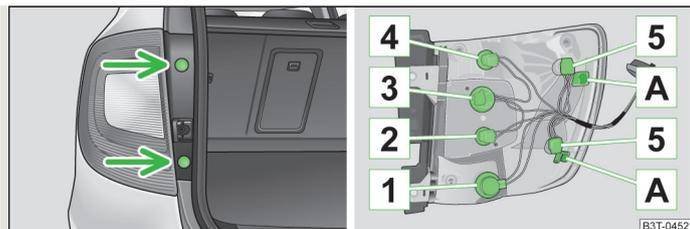

Abb. 191 Rückleuchte ausbauen (Combi)
Übersicht der Glühlampenanzordnung » Abb. 191.
- Die Stopfen » Abb. 191 herausnehmen und die Rückleuchte mit einem Torx-Schlüssel abschrauben » Seite 204, *Bordwerkzeug*.
- Zum erneuten Einbau die Rückleuchte zuerst mit den Öffnungen [A] » Abb. 191 auf die Bolzen an der Karosserie stecken.